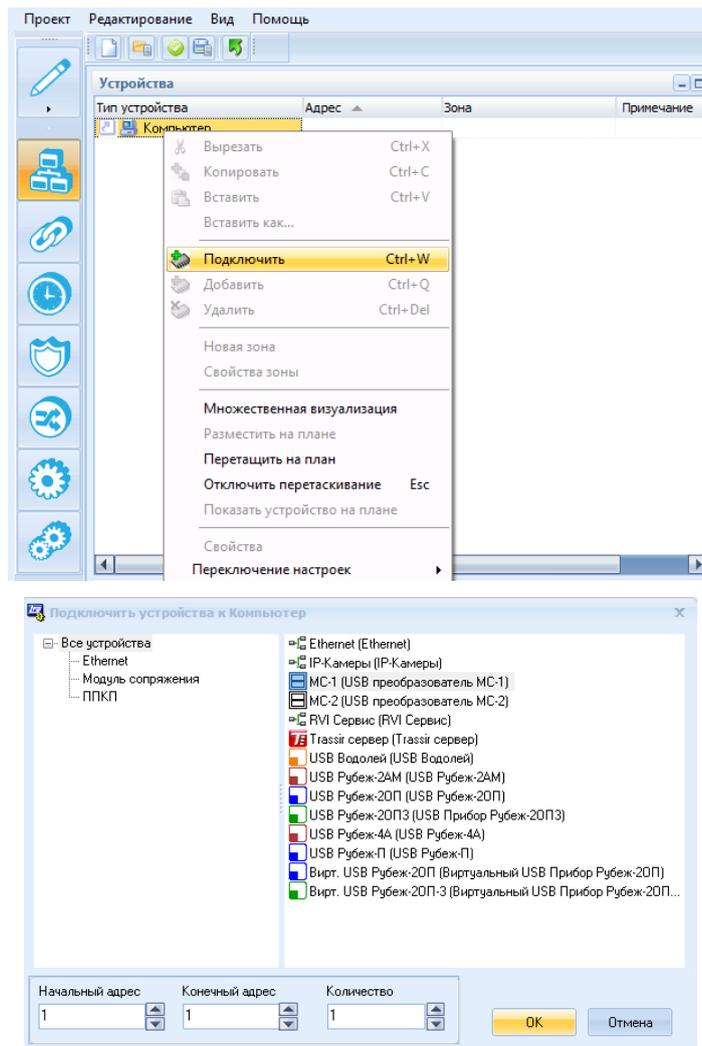

Рис. 6 Подключение устройств к Компьютеру
Чтобы начать работу с конфигурацией необходимо запустить приложение **Администратор** (вкладка **Планы**). Устройство **Компьютер** всегда присутствует в дереве устройств. К нему возможно подключение приемно-контрольных приборов ППКП с USB выходом, модулей сопряжения MC-1, MC-2, RVI Сервиса (если на объекте используется видеонаблюдение) и кабеля Ethernet. Для этого необходимо выделить устройство **Компьютер** в дереве устройств и нажатием правой клавиши мыши открыть контекстное меню (Рис. 6), в котором выбрать команду **Подключить**. В результате откроется окно выбора устройств, которые можно подключить к компьютеру.
- подключить модуль сопряжения, например MC-1. Для этого - выделить модуль сопряжения в окне выбора устройств и нажать **Ок**. В результате в дереве устройств появится MC-1 (Рис.6);